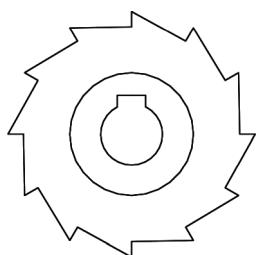

图 5-40 铣刀图形
绘制如图 5-40 所示的铣刀图形。
- 5) 删除内切圆，完成图形绘制，如图 5-40 所示。